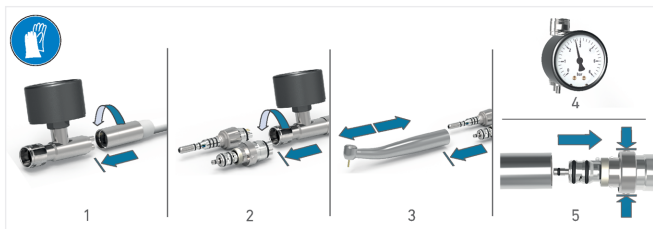

FIG. 4
6. För att koppla bort BORA 2 LED från Unifix-kopplingen, tryck på de 2 sidolåsen (FIG. 4 steg 5) och ta samtidigt bort turbinen från kopplingen.